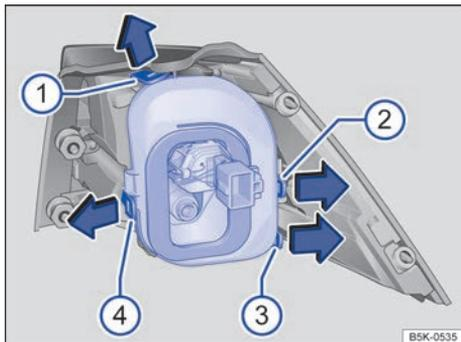

Fig. 169 Grupo óptico trasero en la carrocería: desmontaje del portalámparas. ① a ④ pestañas de bloqueo.
- ① Para desbloquear el portalámparas, presione las pestañas de bloqueo → fig. 169 ① a ④ en el sentido de las flechas.
- ② Extraiga el portalámparas del grupo óptico trasero.
- ③ Sustituya la lámpara averiada por otra nueva del mismo tipo.
- ④ Coloque el portalámparas en el grupo óptico trasero. Todas las pestañas de bloqueo tienen que encastrar de forma audible.